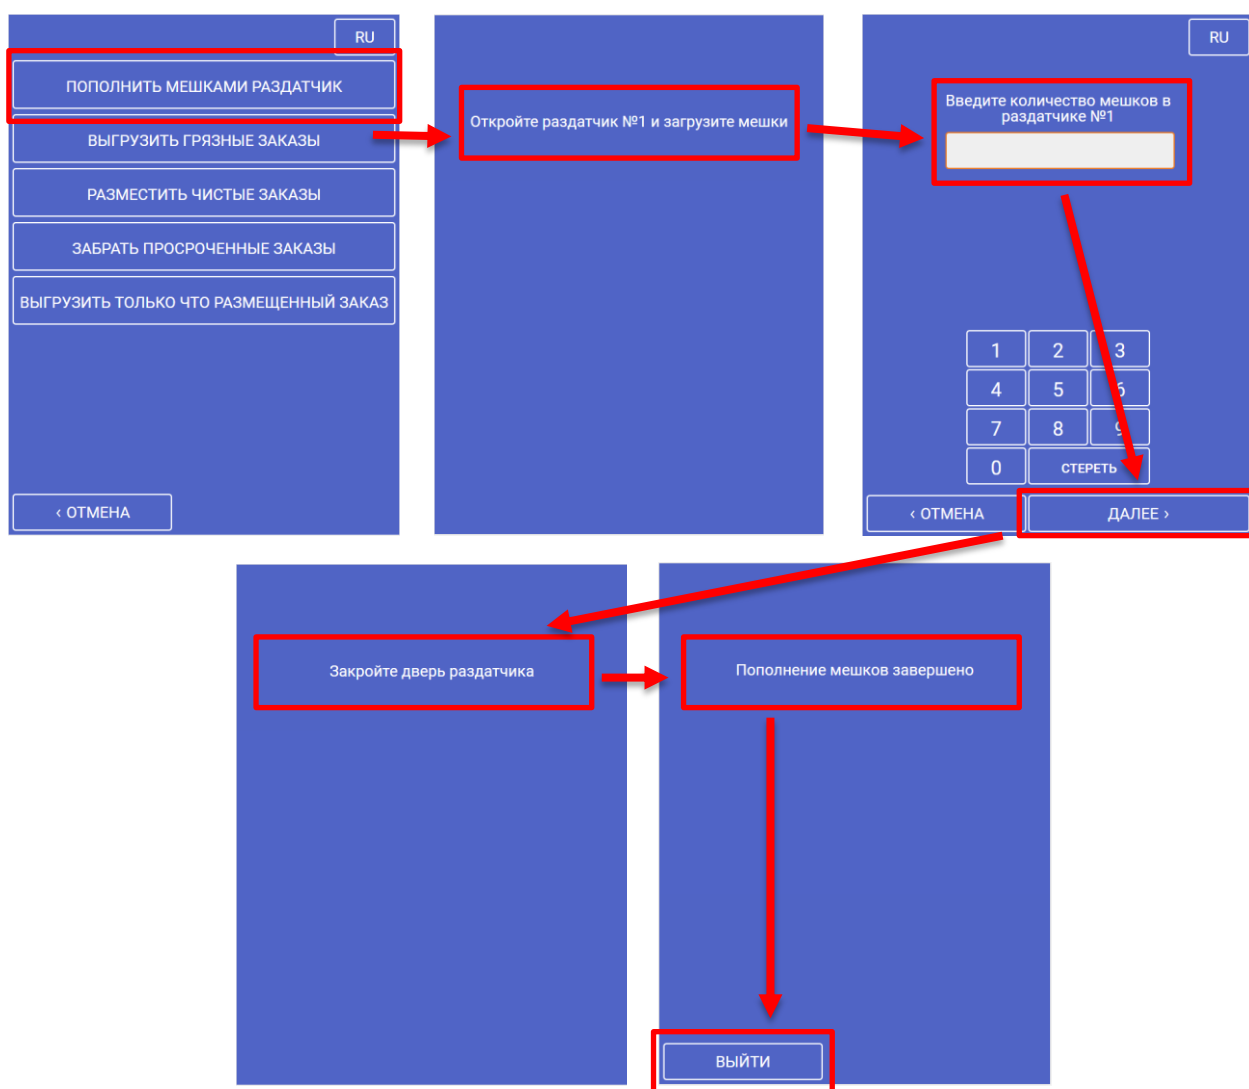

Рисунок 6 – Пополнение пустых мешков в Чистомате
6. На экране отобразится надпись «**Пополнение мешков завершено**» (см. рис. 6).